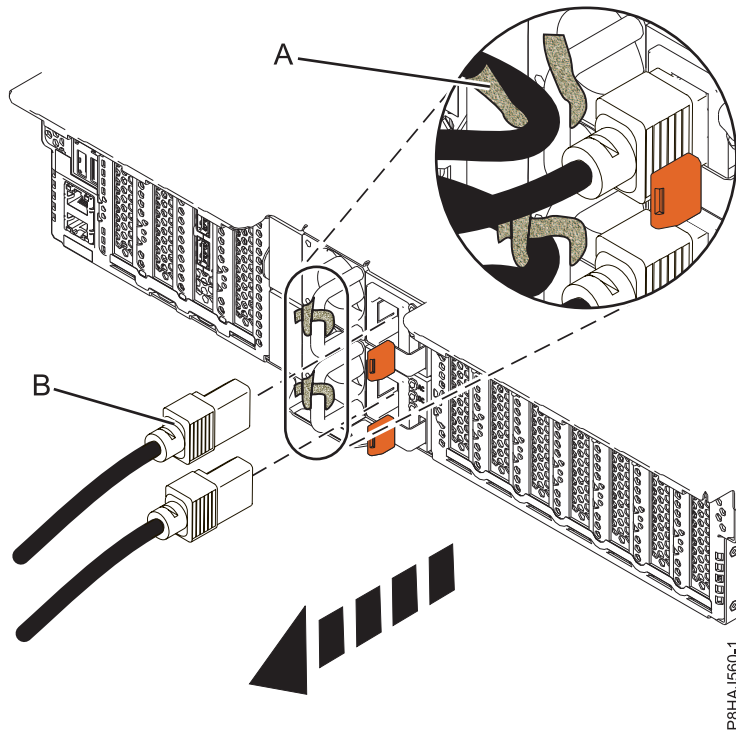
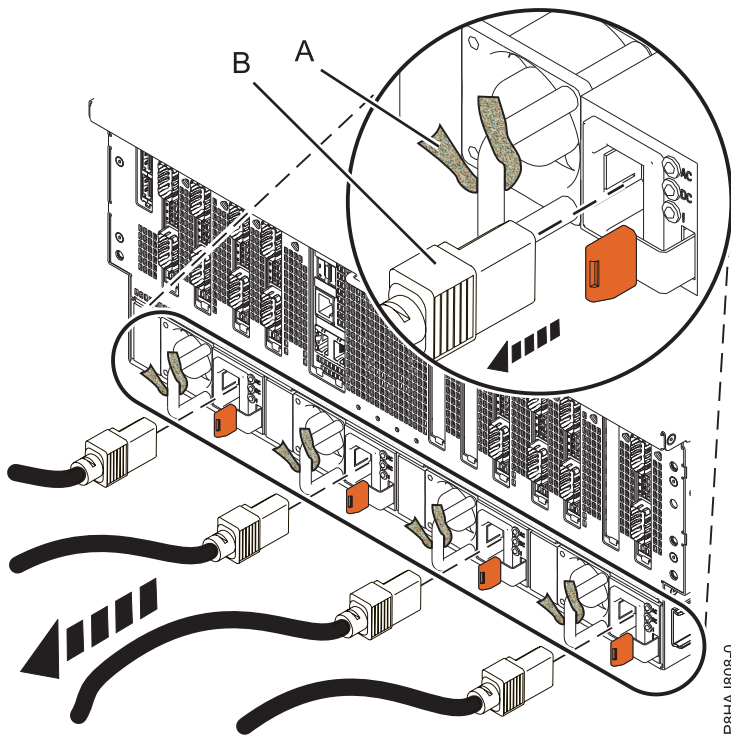

Abbildung 37. Netzkabel bei einem System vom Typ 5148-21L, 5148-22L, 8247-21L, 8247-22L, 8284-21A oder 8284-22A abziehen
Abbildung 38. Netzkabel bei einem System vom Typ 8408-44E oder 8408-E8E abziehen
3. Ziehen Sie die Netzkabel (**B**) von der Systemeinheit ab. Siehe Abbildung Abb. 36 auf Seite 53, Abb. 37 auf Seite 53 oder Abb. 38 auf Seite 54 (abhängig von Ihrem Systemtyp).